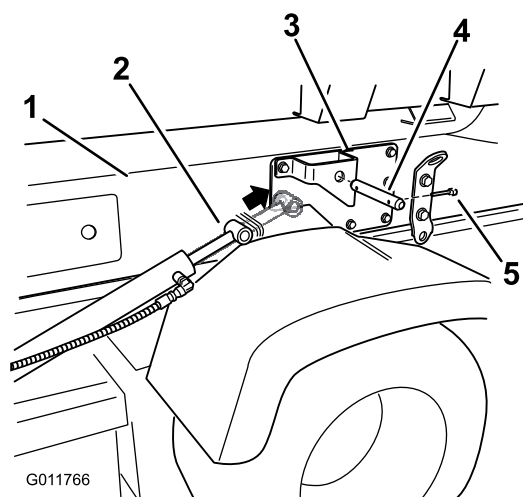

Figure 4
2. Déployez les vérins de relevage jusqu'aux supports sur le patin de la cuve. Alignez les bras des vérins sur les trous des supports du patin (Figure 4).
3. Fixez le patin de la cuve aux vérins de relevage, de chaque côté du véhicule, avec l'axe de chape et la goupille à anneau (Figure 4).